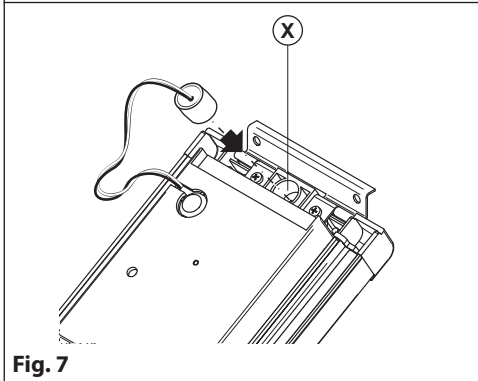

Fig. 7
7. Posizionare il microfono del portiere elettrico nell'apposita sede **(X)** (**Fig. 7**);
7. Placer le micro du portier électrique dans le logement spécifique **(X)** (Fig. 7) ;